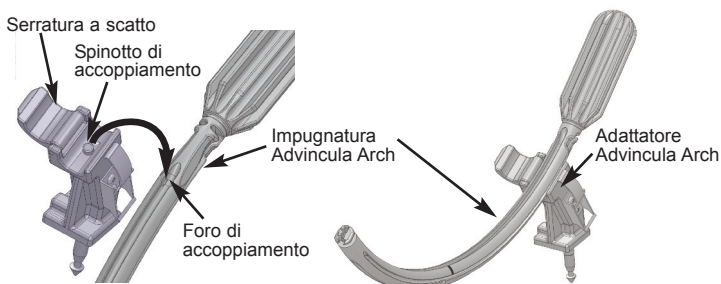

Figura 2. Attacco dell'impugnatura Advincula Arch
1. Aprire la serratura a scatto sull'adattatore (fare riferimento alla Figura 2).